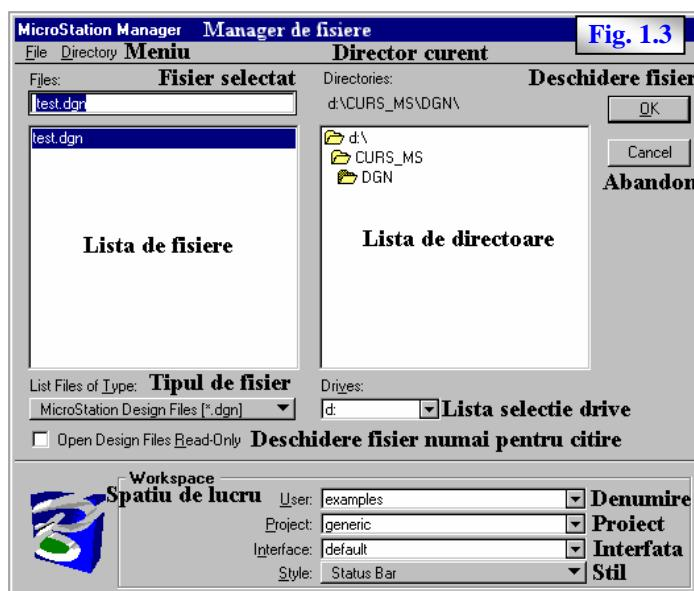
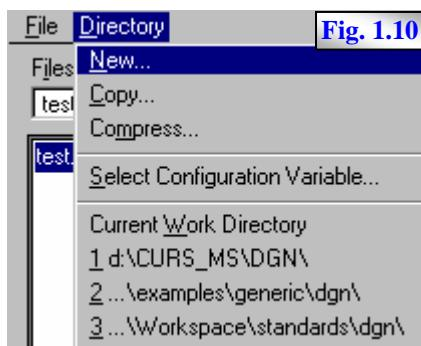
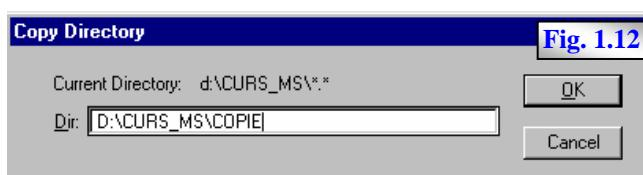
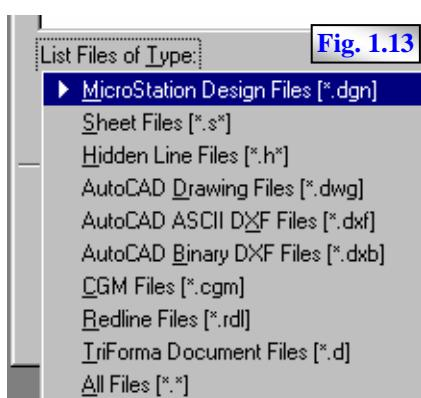

Fig. 1.3
Fig. 1.10
Fig. 1.12
Fig. 1.13
După lansarea în execuție, MS deschide fereastra managerului de fișiere (**MicroStation Manager** - fig. 1.3), care are ca funcție manipularea fișierelor / directoarelor, prin intermediul opțiunilor **File** (fig. 1.4) respectiv **Directory** (fig. 1.10) din meniu, precum și a celorlalte casete de dialog din fereastră.
După crearea fișierului, numele lui apare în lista de fișiere a fereastrăi managerului de fișiere (fig. 1.3), de unde poate fi selectat pentru deschidere.
- Exit** – permite ieșirea din managerul de fișiere simultan cu ieșirea din programul MS. Același efect are activarea butonului **CANCEL** din fereastra managerului de fișiere (fig. 1.3).
- Meniu - opțiunea **Directory** – permite gestionarea directoarelor, prin intermediul următoarelor opțiuni (fig. 1.10):
- Copy** – permite copierea fișierelor din directorul sursă curent, care satisfac un filtru impus, într-un director destinație specificat de către utilizator în câmpul **Dir:**, prin intermediul ferestrei **Copy Directory** (fig. 1.12). În prealabil se definește filtrul, prin selecția extensiei fișierelor care se doresc să se copieze, din lista **List Files of Type** a fereastrei managerului de fișiere (fig. 1.3).
- Files** – câmpul conține numele fișierului care se dorește să fie deschis (fig. 1.3).
- List Files of Type** – este o listă de selecție a extensiei fișierelor care se doresc să se deschidă (fig. 1.3, fig. 1.13).
- Opțiunea **Open Design Files Read-Only** - (fig. 1.3) permite deschiderea fișierului selectat, dar fără a putea fi modificat.
- Secțiunea **Directories** conține numele directorului curent, lista de directoare și lista de selecție a drive-ului curent (fig. 1.3).
- Secțiunea **Workspace** – conține liste de selecție pentru elementele corespunzătoare “spațiului de lucru” al MS (fig. 1.3). Vom înțelege prin “spațiu de lucru” o colecție de date și definiții specifice configurării MS pentru o disciplină/aplicație particulară, cu **denumire** specificată și care este compus din trei componente: